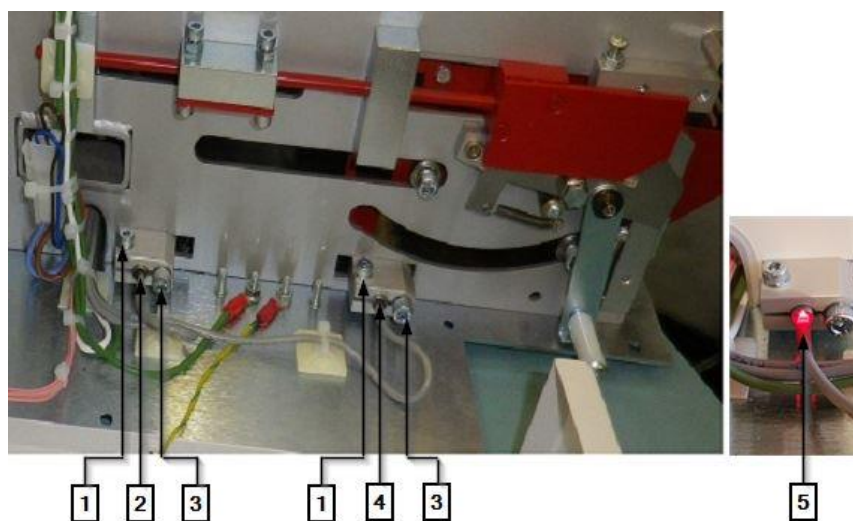

Abb. 69 : Konzola približovacieho spínača
- Uvoľníte sťahovaciu skrutku (3) (Abb. 69, strana 102), a blok konzoly a približovací spínač vytiahnete von.
- Zástrčkové spojenia **J14** (1) a **J16** (2) odpojte od riadenia PCB.
- ➔ Znova zapojte zástrčkové spojenia **J14** (1) a **J16** (2).